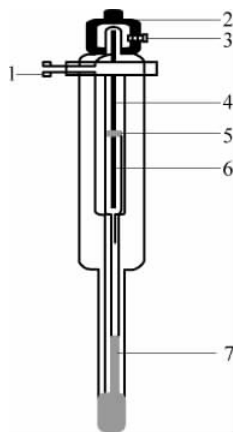

图 3-8 电接点温度计
(1) 浴槽。如果控制温度与室温相差不大,可用敞口大玻璃缸作为浴槽,对于较高和较低温度,应考虑保温问题。具有循环泵的超级恒温槽,有时仅作供给恒温液体之用,而实验在另工作槽内进行。
(2) 加热器。如果恒温的温度高于室温,则需不断向槽中供给热量以补偿其向四周散失的热量;如恒温的温度低于室温,则需不断从恒温槽取走热量,以抵偿环境向槽中传热。在前一种情况下,通常采用电加热器间歇加热来实现恒温控制。对电加热器的要求是热容量小,导热性好,功率适当。
(3) 搅拌器。加强液体介质的搅拌,对保证恒温槽温度均匀起着非常重要的作用。搅拌器的功率、安装位置和桨叶的形状,对搅拌效果有很大影响。恒温槽越大,搅拌功率也该相应增大。搅拌器应装在加热器上面或靠近加热器,使加热后的液体及时混合均匀再流至恒温区。搅拌桨叶应是螺旋式或涡轮式,且有适当的片数、直径和面积,以使液体在恒温槽中循环。为了加强循环,有时还需要装导流装置。
(4) 温度计。温度计用于准确指示恒温槽液体的温度,一般选用 1/10 刻度精度的水银温度计,使用前应进行校正,安装时应尽量靠近被测系统。
(5) 感温元件。它是恒温槽的感觉中枢,是提高恒温槽精度的关键部件。感温元件的种类很多,如接触温度计(或称水银定温计),热敏电阻感温元件等。这里仅以接触温度计为例说明它的控温原理。接触温度计的构造如图 3-8 所示。其结构与普通水银温度计不同,它的毛细管中悬有一根可上下移动的金属丝,从水银槽也引出一根金属丝,两根金属丝与温度控制系统连接。在定温计上部装有一根可随管外永久磁铁旋转的螺杆。螺杆上有一指示金属片(也叫标铁),金属片与毛细管中金属丝(触针)相连。当螺杆转动时金属片上下移动即